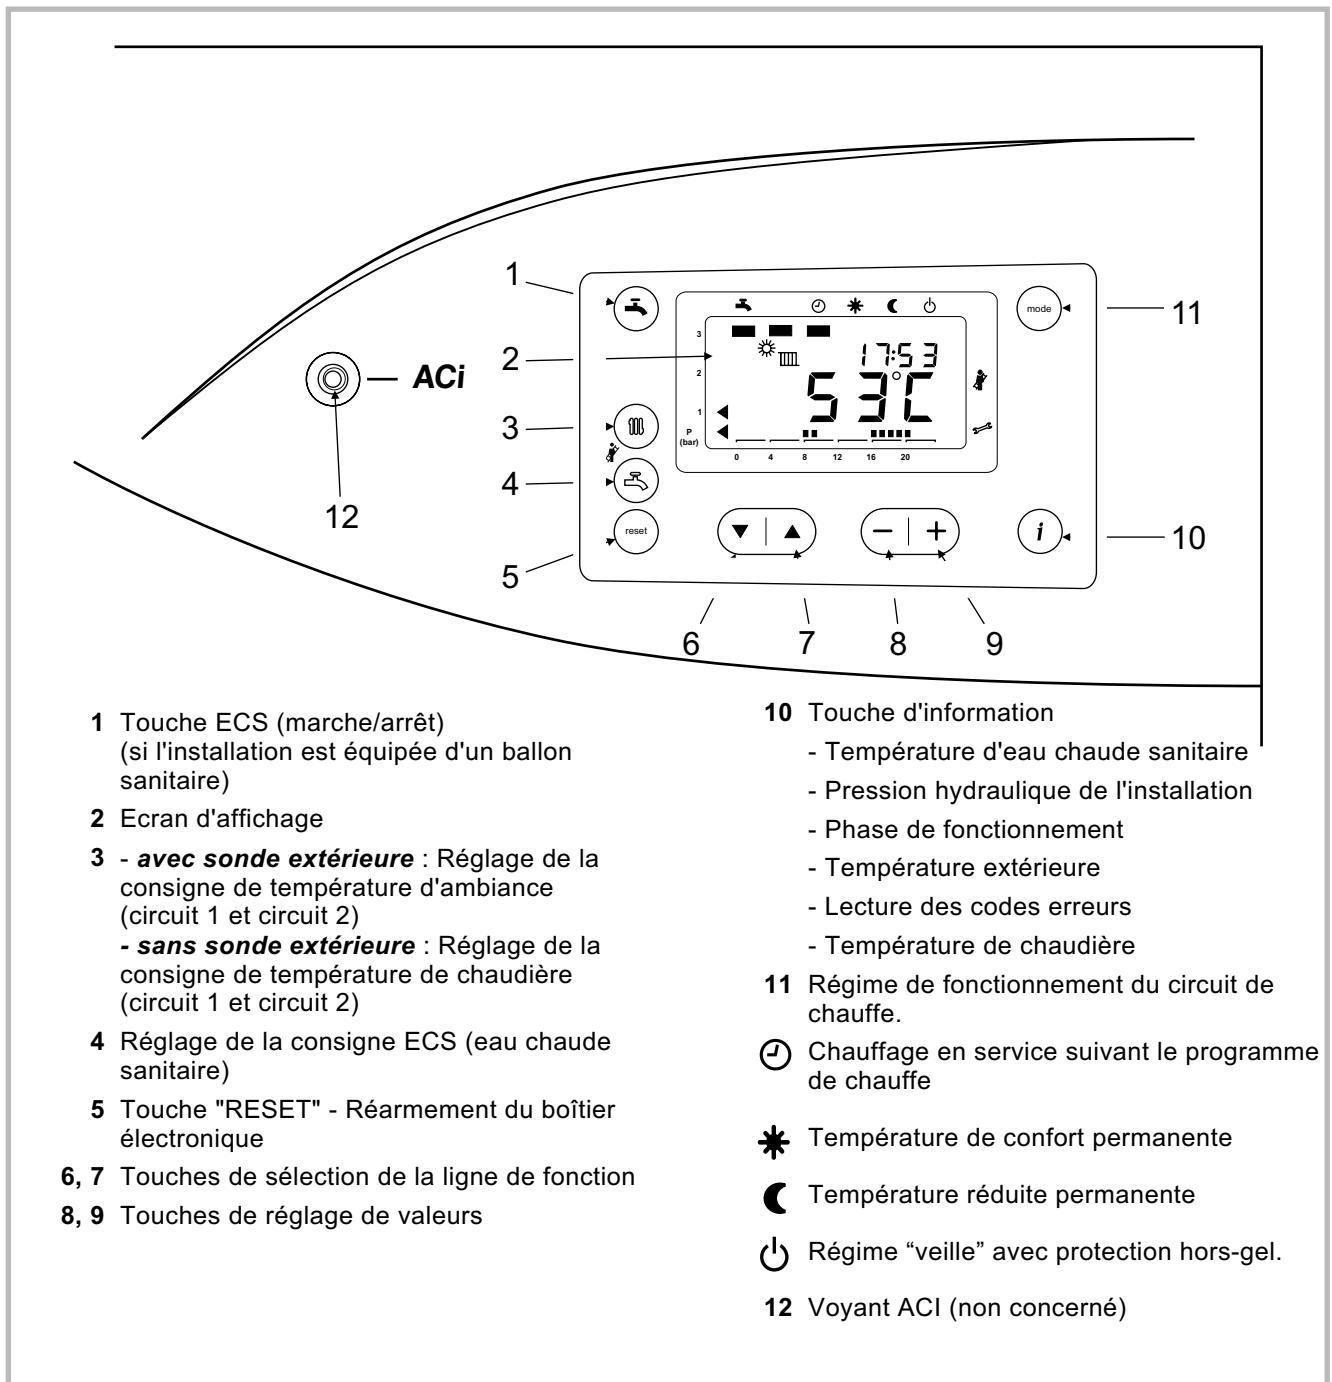

Figure 45 - Tableau de contrôle
- Appuyer sur la touche (▼) ou (▲) (rep. 6 et 7, fig. 45)
- Régler les valeurs réglables avec (-) ou (+) (rep. 8 et 9, fig. 45)